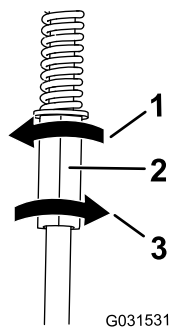

Figure 52
4. Tournez ensuite la tige de commande d'un quart de tour à la fois jusqu'à ce que la machine avance en ligne droite (Figure 52).